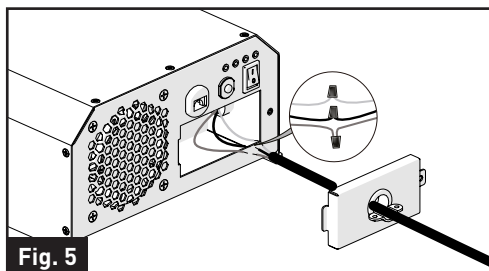

Fig. 5
- Branchez le câble de sortie CA sur le câble de sortie CA de l'onduleur (raccords en queue de cochon) à l'aide des connecteurs. Noir à noir, blanc à blanc. (Fig. 5)